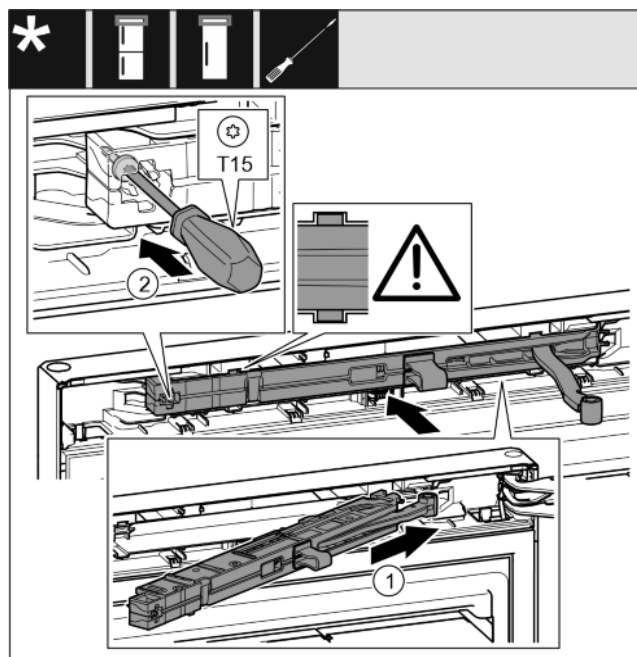

Fig. 38
- ▶ Pe partea suportului de lagăr împingeți înclinat unitatea amortizorului de închidere până la opritor în degajare. Fig. 38 (1)
- ▶ Înșurubați ferm șurubul cu o șurubelniță T15. Fig. 38 (2)